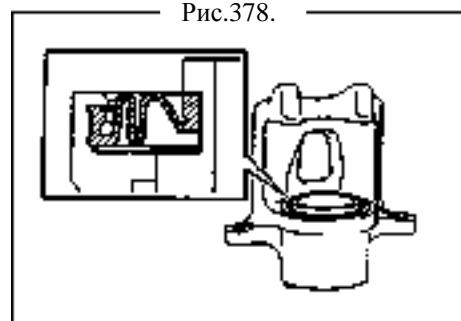

Рис.378.
23. Установите пыльник насоса (рис.378).